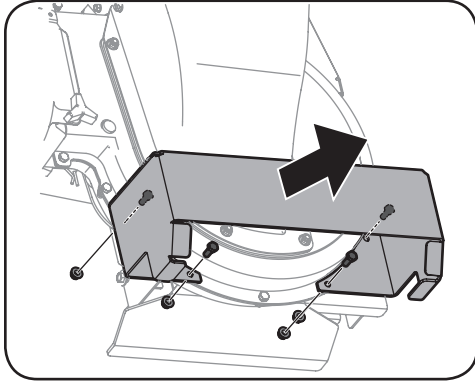

Figura 5-14
- Retire el soporte de rueda delantera aflojando las cuatro tuercas bridadas (y los pernos hexagonales). Guarde los herrajes. Vea la Figura 5-14.